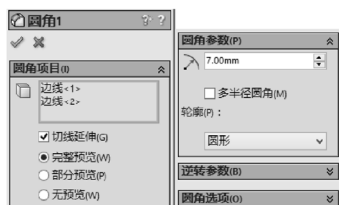

图 2-160 进行圆角处理
STEP 5 单击“特征”工具栏中的“圆角”按钮, 设置圆角半径为 7mm, 然后选择圆柱面与侧面的交线, 进行圆角处理, 如图 2-160 所示。